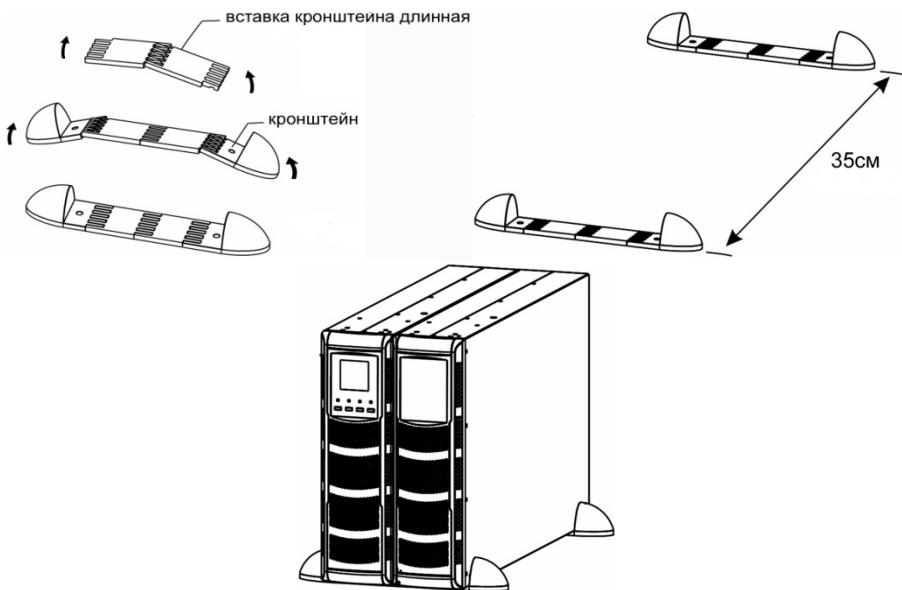

Рисунок 7 – Порядок установки ИБП совместно с БМ в вертикальное напольное (настольное) положение
7.1.5 Установку ИБП совместно с БМ в вертикальное положение следует производить аналогично п.7.1.4 при помощи кронштейнов для вертикальной установки и длинных вставок кронштейнов (см. рисунок 7).